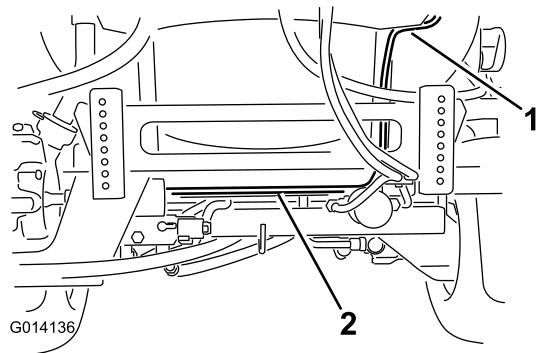

Figure 14
- Localisez le faisceau électrique sortant du boîtier de commande du dévidoir. Faites passer le côté le plus long du faisceau, avec les bornes en anneau et un connecteur à fusible au travers du patin de cuve et du bâti du véhicule, derrière le support d'actionneur de rampe (Figure 14). Utilisez un serre-câble en plastique pour fixer le faisceau de câblage au bâti.